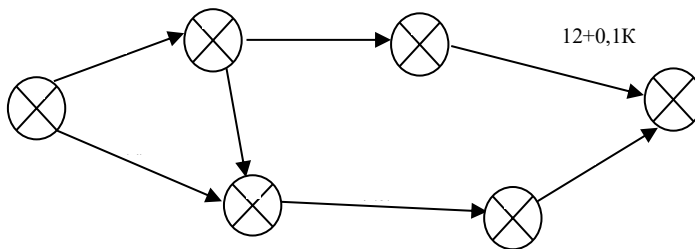

Рис. 7.7. Сетевой график выполнения работ проекта.
1. Сетевой график выполнения работ проекта имеет следующий вид (рис. 7.7).